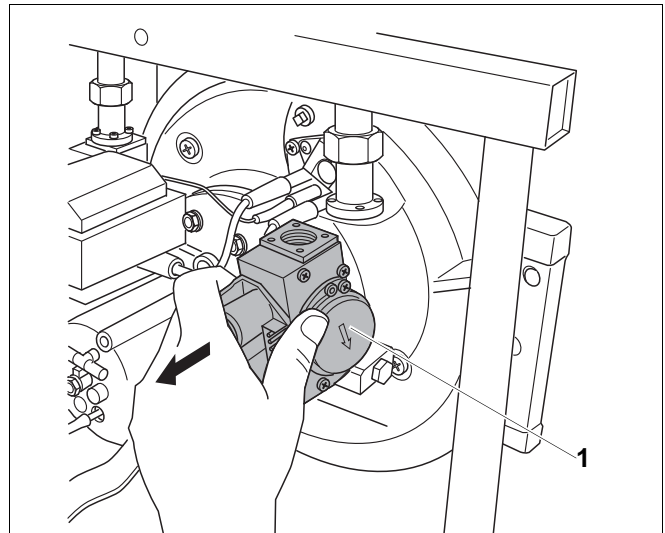

Рис. 43 Выньте газовую арматуру
- Демонтаж газовой арматуры (рис. 43).
- Установите новую газовую арматуру стрелкой вниз (рис. 43, поз. 1).